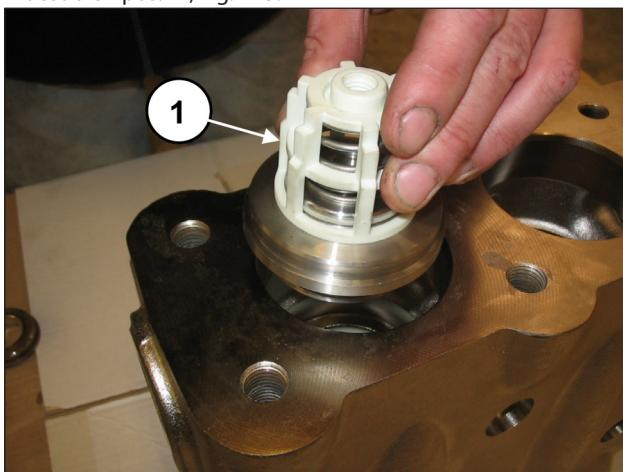
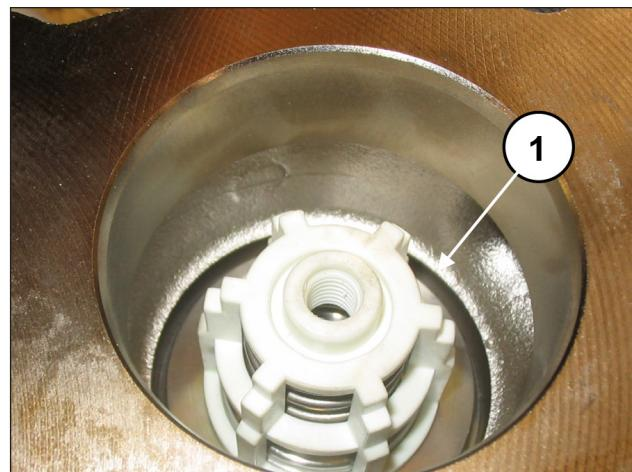

Fig. 124
Fig. 125
Introducir el grupo de la válvula de envío (pos. ①, Fig. 124). Introducir el grupo de la válvula de envío a fondo como se muestra en pos. ①, Fig. 125.